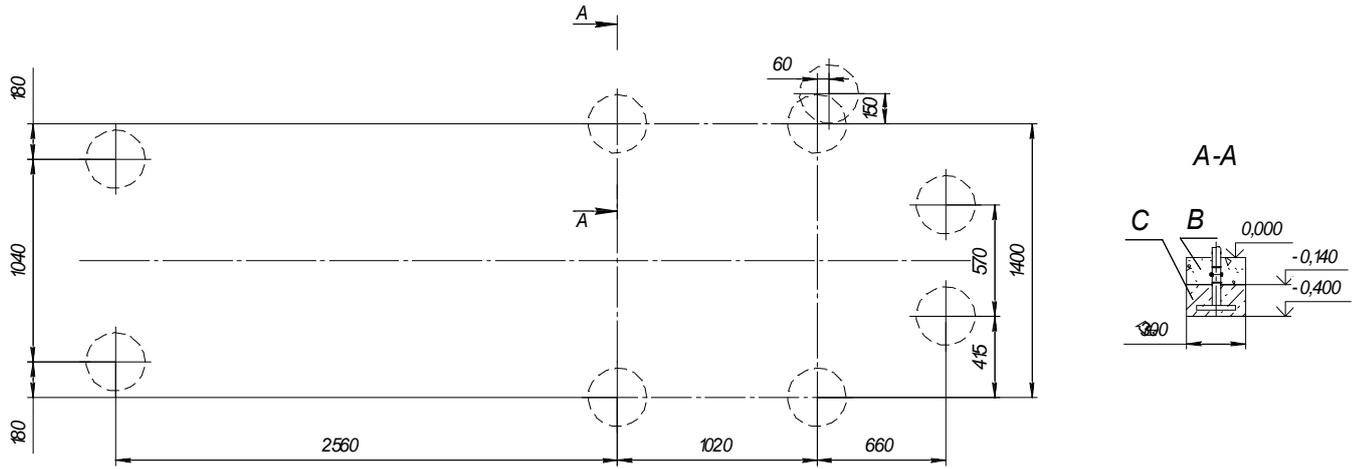

Рис.12
10.3.10 Установить КОМПЛЕКС в подготовленные ямы. Проверить горизонтальность установки балок поз.19; поз.19.1, используя уровень . Выставить в нужное положение и забетонировать (бетон В15; V=0,18 м³) согласно схеме (рис. 12); С – бетон, В – песок.